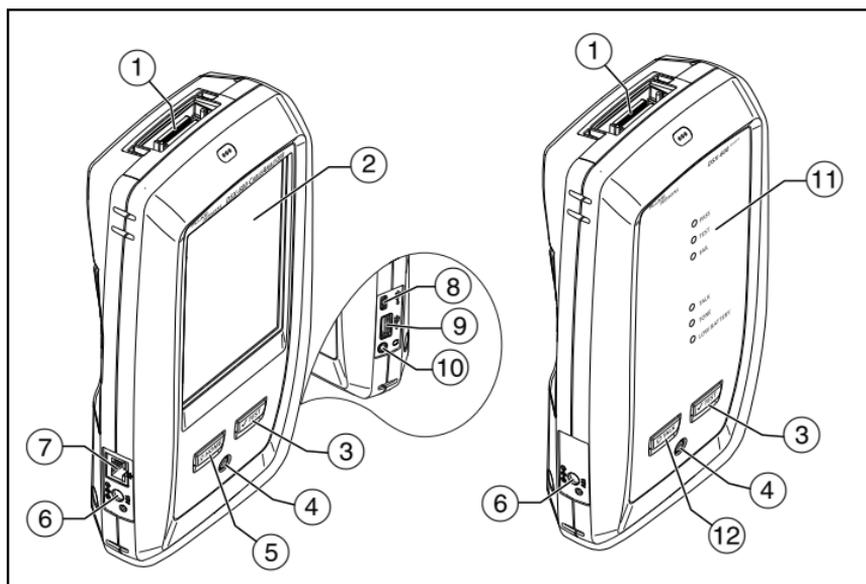

Abbildung 1. Anschlüsse, Tasten und LED-Anzeigen
Laden Sie ggf. den Akku auf. Schließen Sie das Netzteil an eine Steckdose und an den Adapteranschluss an (6) wie in Abbildung 1. Der Tester kann während des Aufladens des Akkus verwendet werden.